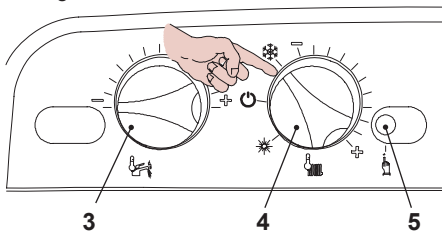

Fig. 5.9
- Prima di alimentare elettricamente la caldaia posizionare la manopola 4 come indicato in Fig. 5.9.
- Per settare il funzionamento della modalità Antilegionella, bisogna entrare in programmazione tenendo premuto per 15 secondi il pulsante di ripristino 5 in Fig. 5.9 sino alla comparsa del parametro **P01** sul display
- Premere il pulsante di ripristino 5 in Fig. 5.9 per lo scorrimento dei vari parametri sino al raggiungimento del parametro **P17** valido per il settaggio della funzione Antilegionella; sul display LCD compare la seguente visualizzazione (alla sequenza **P17** si alterna **01**).